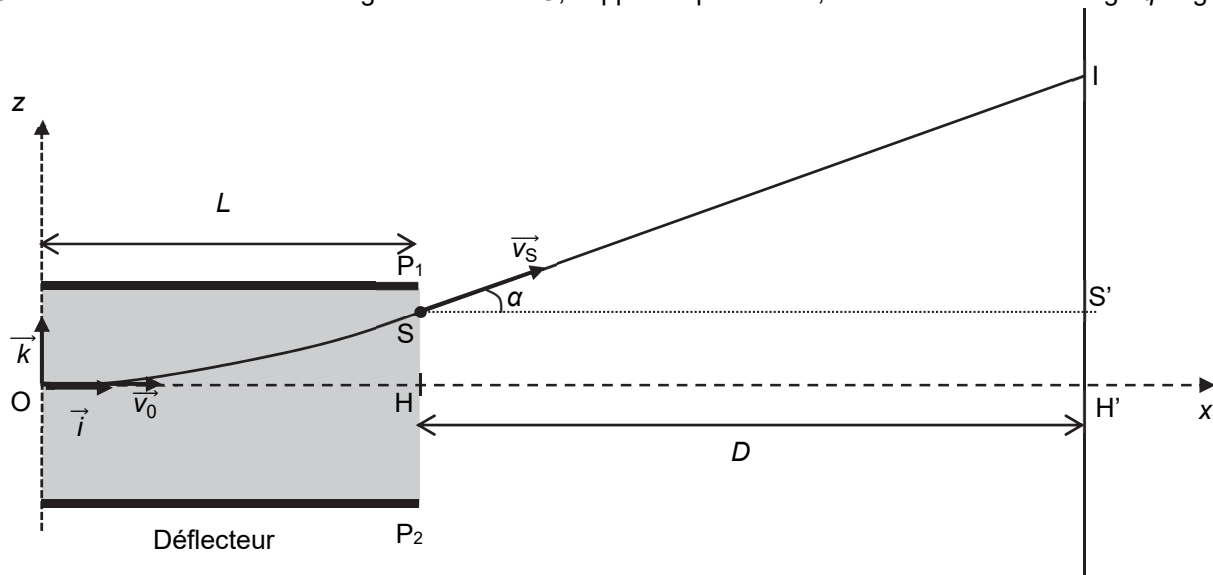

Figure 2. Schéma de la trajectoire de la goutte G
- les mouvements sont étudiés dans le référentiel terrestre supposé galiléen associé au repère $(O, \vec{i}, \vec{k})$ représentés sur la figure 2. Les vecteurs $\vec{i}$ et $\vec{k}$ sont unitaires ;